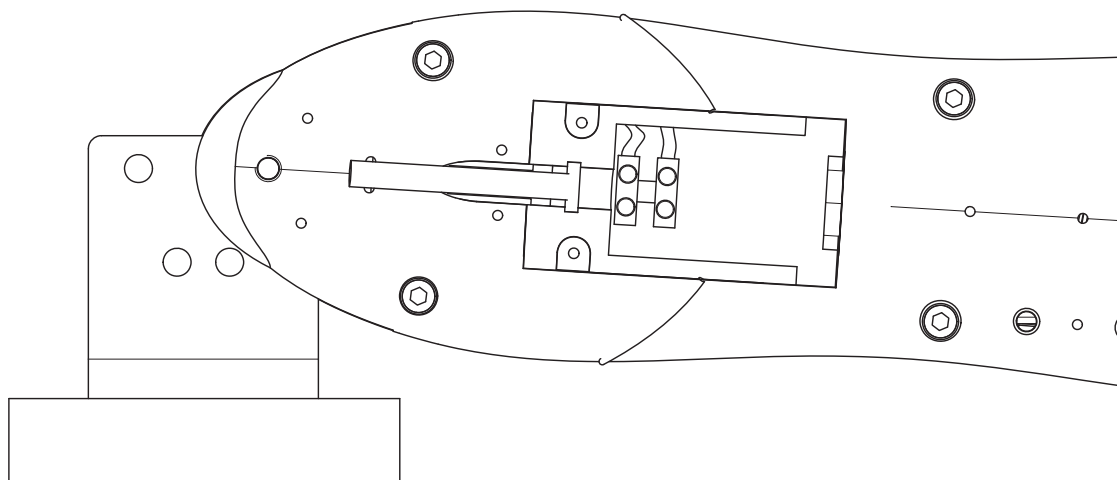

Fig. 7
- 1 - Per collegare l'alimentazione al motore svitare le 2 viti e togliere il coperchio (Vedi Fig. 7).